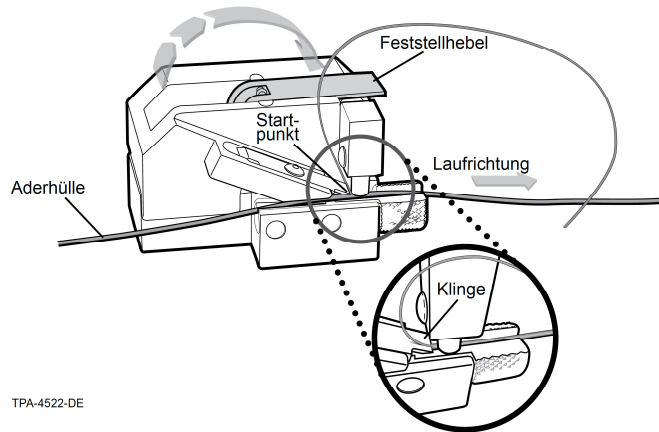

Abbildung 18
- c. Werkzeug mit den Händen zusammendrücken und den Druck aufrecht erhalten. Werkzeug leicht nach hinten schieben, um sicherzustellen, dass die Aderhülle korrekt in der Nut platziert ist. Feststellhebel drehen, um das Werkzeug zu arretieren (Abbildung 18).